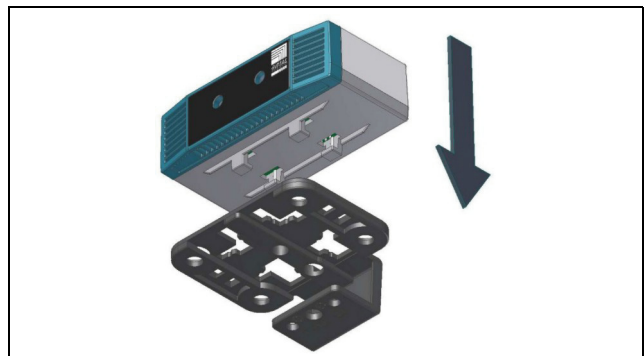
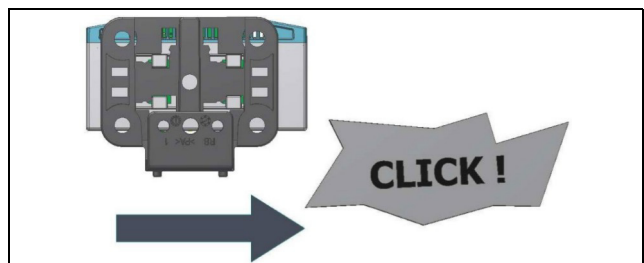

Abb. 4: Aufsetzen des Sensors auf den Halter
Abb. 5: Einrasten des Sensors auf dem Halter
- Setzen Sie dann den Leckagesensor auf den Halter auf (Abb. 4) und rasten Sie ihn ein (Abb. 5).